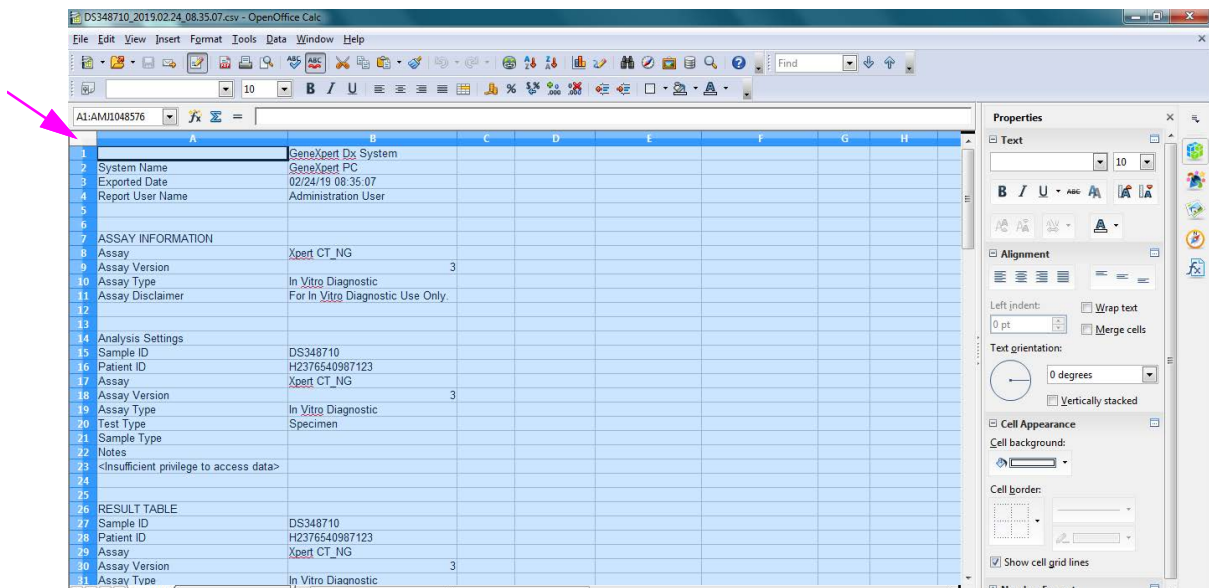

Figure D-5. Toutes les cases sont sélectionnées
- Une fois les sélections effectuées, cliquez sur **OK**. Le fichier .csv s'affiche. Consultez la Figure D-5.
- Une fois le fichier ouvert, cliquez sur le coin supérieur gauche du tableur pour sélectionner toutes les cases, comme illustré dans la Figure D-5.